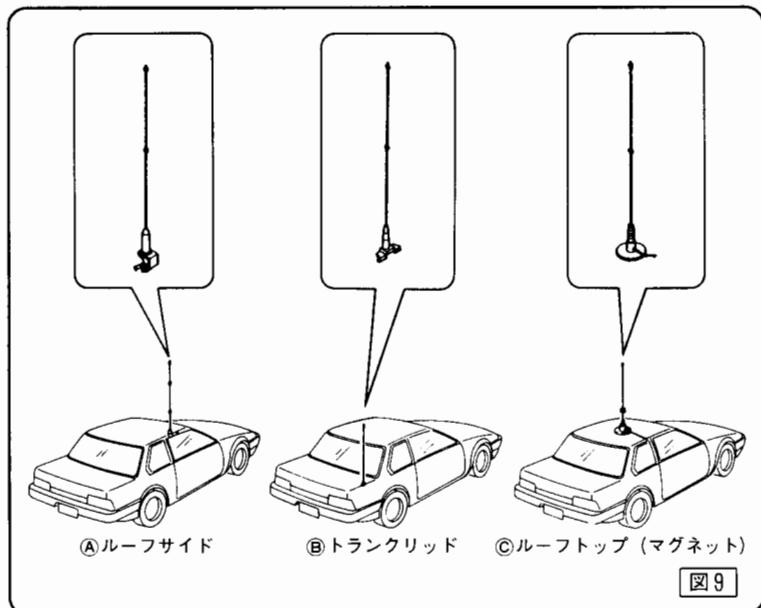

図9
①車載用アンテナの取付け場所と、取付け場所に合ったアンテナ基台は図9のような種類がありますので、取付けるアンテナおよび車種に合ったアンテナ基台をお選びください。
②アンテナ基台には、同軸ケーブルがついています。この同軸ケーブルは、電波が通る大切なケーブルですのでキズなどつけたり、押しつぶしたりしないよう扱いには充分気をつけてください。